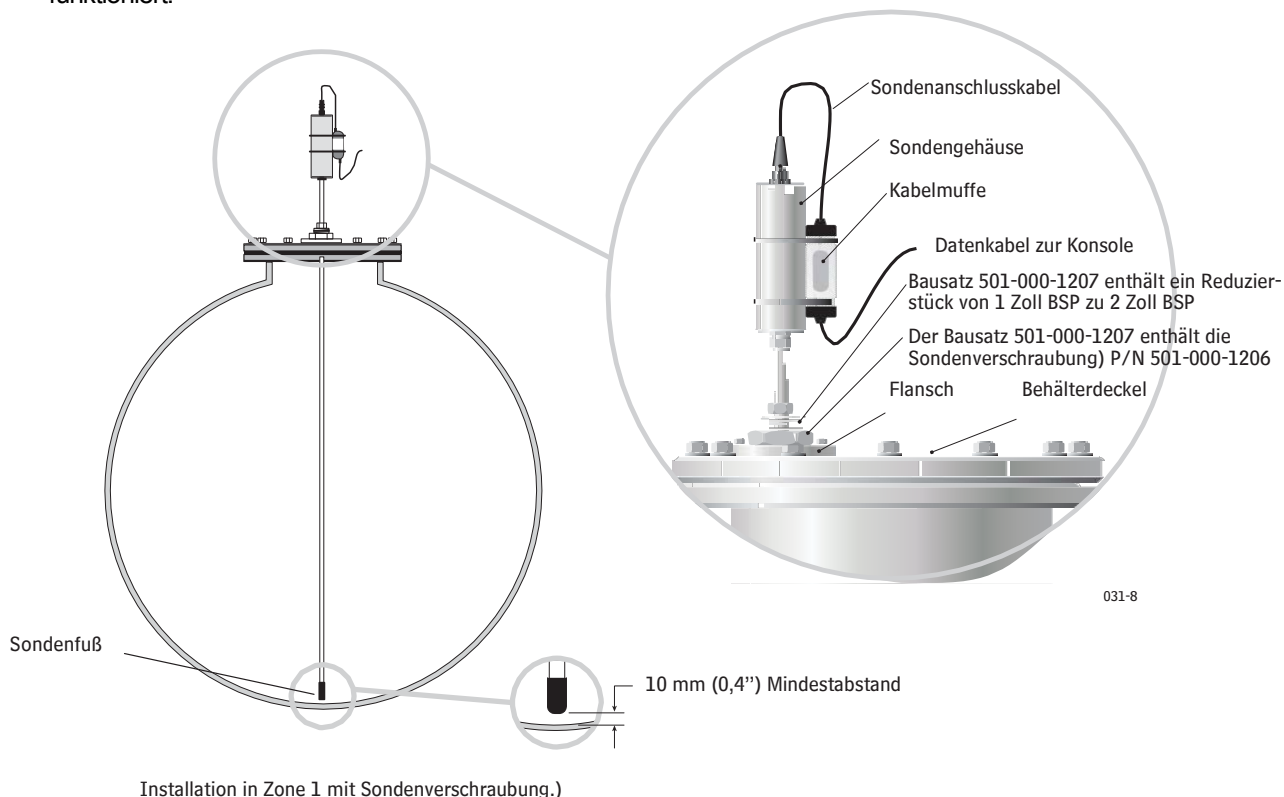

Abbildung 14. Sondeninstallation mit Sondenverschraubung
Bestimmte Installationsumgebungen erfordern unter Umständen eine modifizierte Sondenmontage, bestehend aus einer Sondenverschraubung, die, wie in Abbildung 14 gezeigt, direkt im Tankdeckel montiert wird. Es muss entweder ein geeignetes Gewinde oder ein passender Flansch mit Anschluss G2 nach DIN 2999 (BS2779) vorhanden sein.
2. Zur Identifikation der zur Installation benötigten Bauteile beachten Sie Abbildung 14.